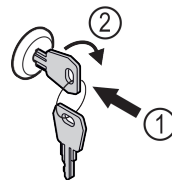

Fig. 67
- ▶ Пъхнете ключа Fig. 67 (1).
- ▶ Завъртете го на 90° по посока на часовниковата стрелка Fig. 67 (2).